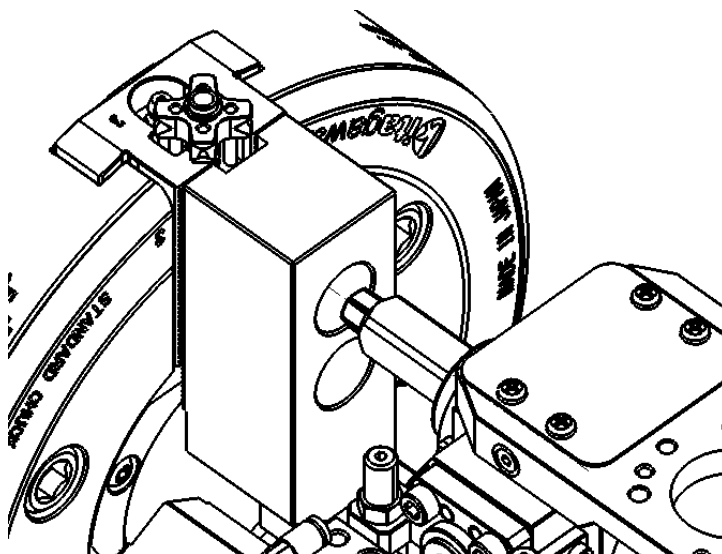
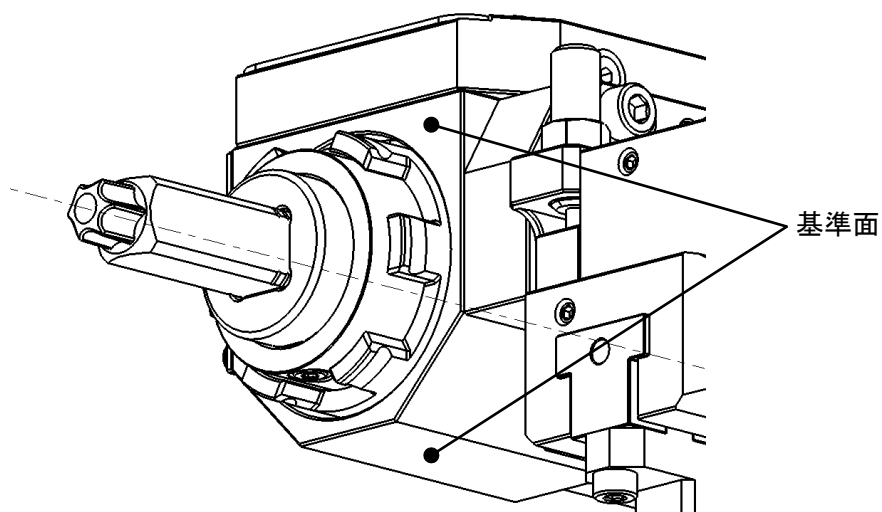

図 27
図 28
- ① チャックにジョーを取り付けて、ジョー交換位置に割り出してください。
- ② ジョー取付ボルトの回転軸と、BR-AJC エンドエフェクタの回転軸が同軸になるように、BR-AJC エンドエフェクタの姿勢を調整してください。(図 27)
- 目視しやすいため、反力レバーを外すことを推奨します。(6.3.1. レンチ交換手順 の②までを参照)
- ジョーを基準にしたユーザ座標を作成し(5.3.1. ユーザ座標の作成 参照)、基準面(図 28)を利用して BR-AJC エンドエフェクタの姿勢をユーザ座標に合わせておくと調整しやすい。